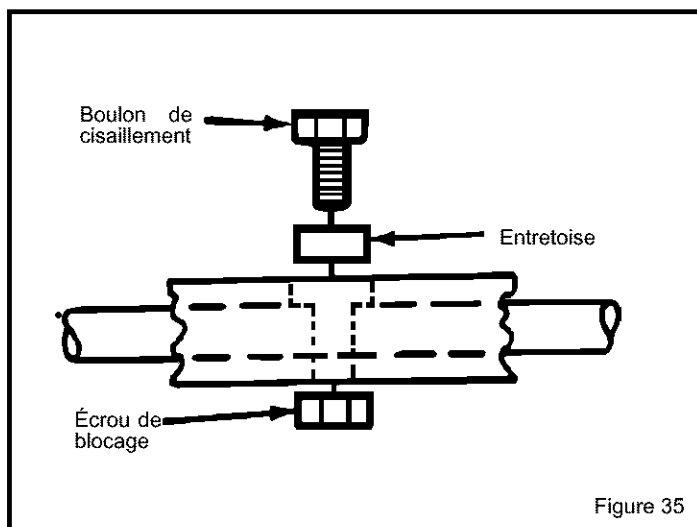

Figure 35
3. Centrer le trou de la vis sans fin avec celui de son arbre. Monter la goupille de cisaillement, l'entretoise, et l'écrou de blocage. (Voir Figure 35).